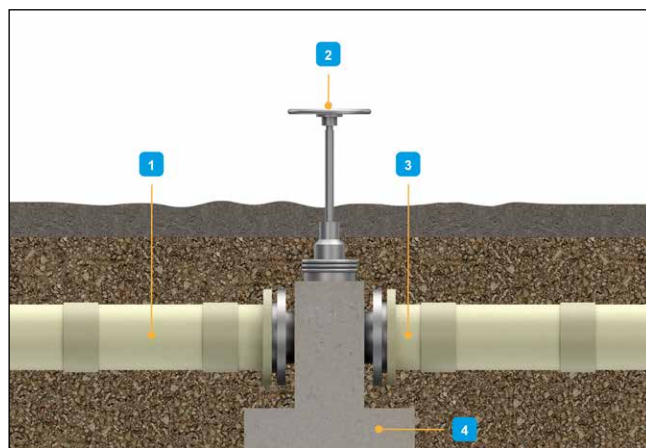

Рис. 77: Тип 1: Клапан в упорному блоці
Найдешевший і найпростіший спосіб встановлення клапана малого діаметру - це безпосереднє заглиблення його в бетонний упорний блок (див. Рис. 77).
- Фланцеві патрубки повинні бути довжиною не більше 1000 мм, з муфтою Amiblu на зовнішній стороні, що з'єднує патрубок з вкороченою трубою. (Рис. 77).